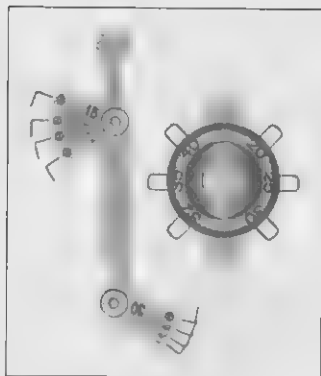

Рис. 2.14 Проволочные калибры
Поэтому в соответствии с требованиями к содержанию документов (рис. 2-13) составлен документ «Матрица» (рис. 2-14), в котором указаны все ресурсы, необходимые для выполнения работ, а также их стоимость.
- ✓ **Проволоочные и конусные калибры.** Эти инструменты используются при регулировке зазоров в свечах (рис. 2-14 и 2-15). Для *регулировки зазоров* между электродами свечи требуется проволоочный или конусный щуп требуемого размера, просовывается между электродами свечи, чтобы убедиться, что они находятся на нужном расстоянии. Эти действия гарантируют нужную искру.